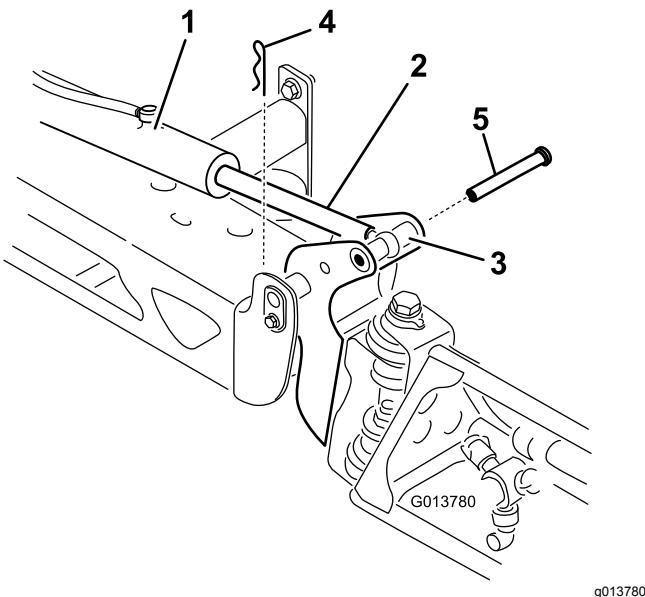

Figura 105
2. Retire la chaveta del pasador de giro (Figura 105).
3. Levante el brazo, retire el pasador (Figura 105), y baje el brazo lentamente al suelo.
9. Sujetando el brazo, introduzca el pasador a través del pivote del brazo y del émbolo del actuador (Figura 105).